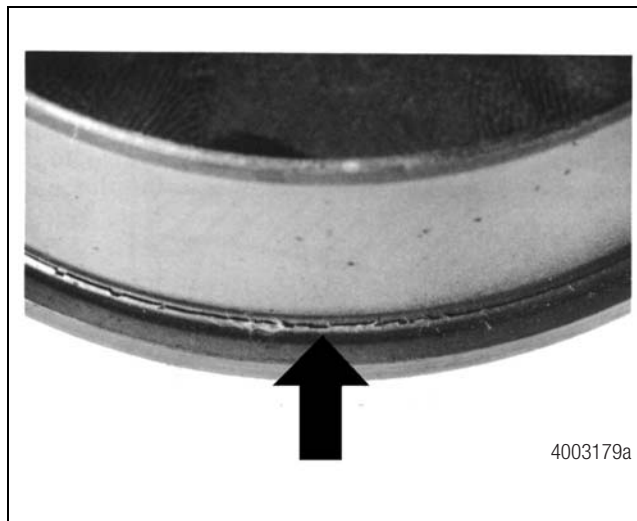

Figura 4.9
B. La costilla está desgastada. Figura 4.9.